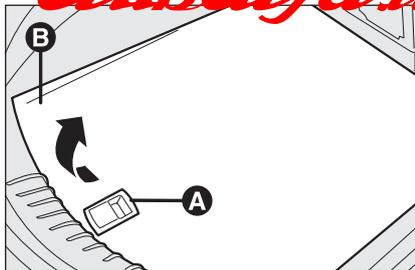

fig. 2
- mediante la maniglia **A-fig. 2** sollevare il tappeto di rivestimento **B** ed agganciarlo alla parte superiore del bagagliaio tramite gli appositi agganci laterali;